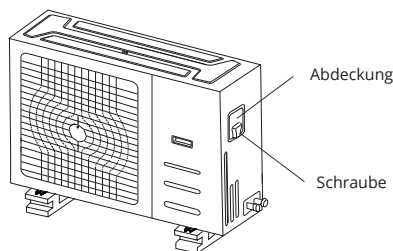

Abb. 8.1
- Nehmen Sie die Abdeckung des Elektrokastens der Inneneinheit ab. Wenn keine Abdeckung an der Außeneinheit vorhanden ist, demontieren Sie die Schrauben von der Wartungsplatine und entfernen die Schutztafel. (Siehe Abb. 8.1 und 8.2)